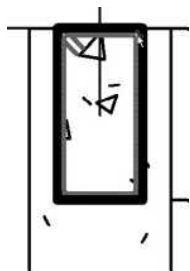
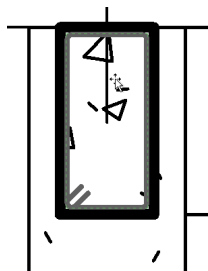

图 13-10 放置钢筋
图 13-11 旋转方向
(7) 选择梁放置钢筋，如图 13-10 所示。按空格键在保护层参照中旋转钢筋形状的方向，如图 13-11 所示。单击鼠标左键放置钢筋。